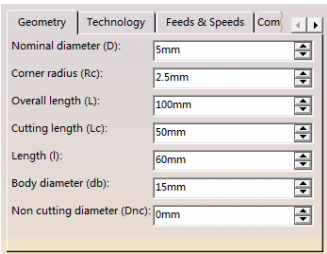

图 3-246 定义刀具参数（12）
- 单击“More”按钮，单击“Geometry”选项卡，定义刀具参数（12）如图 3-246 所示。